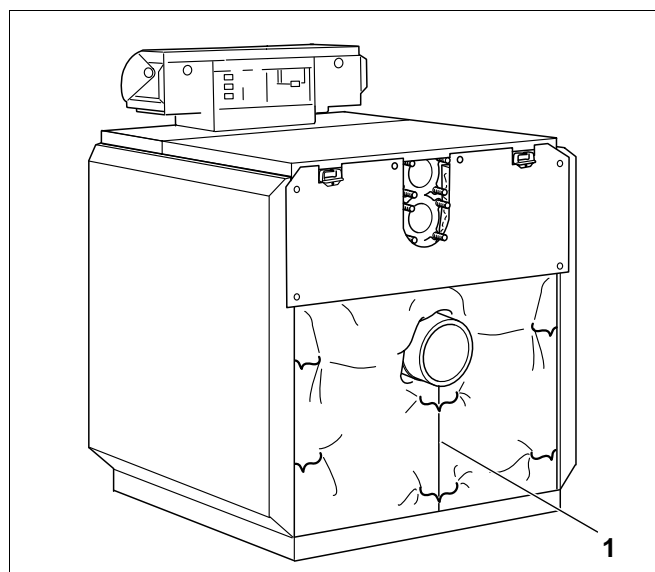

Fig. 55 Træk isoleringen til det bageste element sammen.
- Vip isoleringen til bagelementet ned, og træk den sammen med spændefjederen under røggasstudsens (Fig. 55, **pos. 1**).